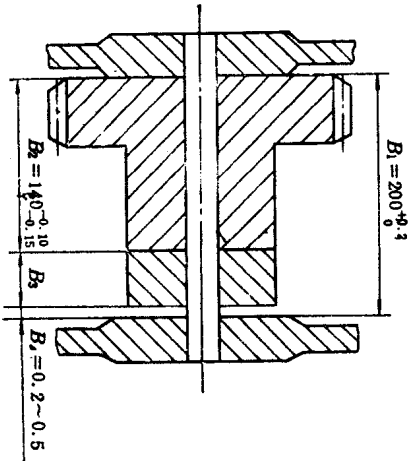

图 10-7
7. 用完全互换法装配各零件轴向尺寸, 如图10-7所示的机构, 保证垫圈端面与箱体孔端面之间的间隙 $B_{\Delta} = 0.2 \sim 0.25$, 求垫圈厚度 B_3 的极限尺寸 (并作尺寸链简图)